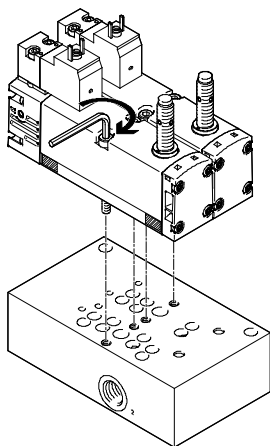

Fig. 10 Befestigung der Magnetventile auf dem Steuerblock
7. Magnetventil auf dem Steuerblock platzieren (→ Fig. 10) und die 2 Befestigungsschrauben mit einem Innensechskantschlüssel SW3 festdrehen (zulässiges Drehmoment: 2 Nm ± 10 %).